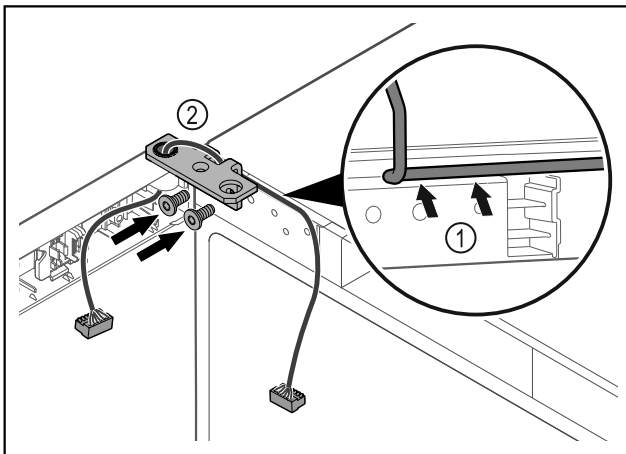

Fig. 44
- Faire passer le câble avec précaution par le trou de l'équerre de charnière Fig. 44 (1).
► Visser l'équerre de charnière Fig. 44 (2).